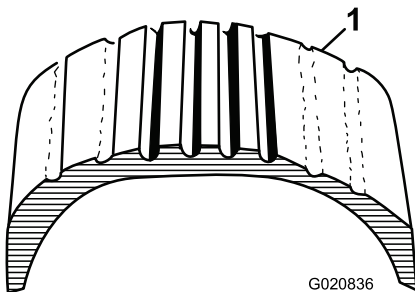
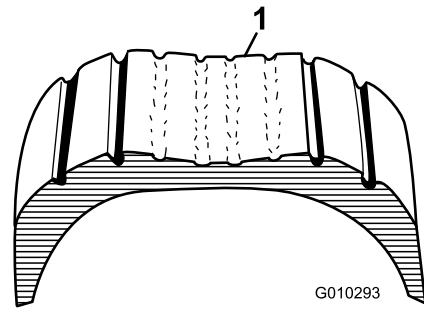

Figure 31
Figure 32
1. Inspeccione visualmente los neumáticos en busca de daños y desgaste (Figure 31 y Figure 32).